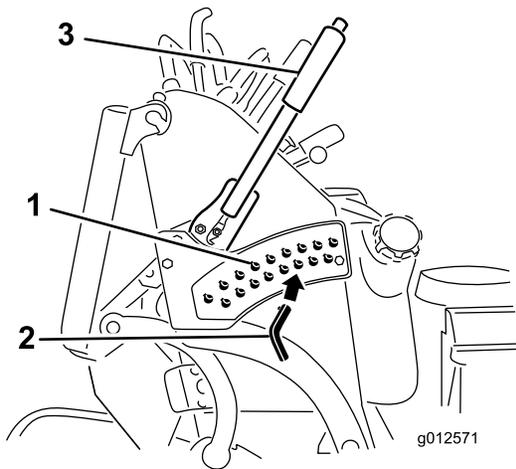

図 28
3. 刈り高ブラケットについている穴から、希望する刈り高に対応する穴を見つけ、その穴にピンを通す（図 28）。
4. 上部についているボタンを押して刈り高レバーをピンまで下げる（図 28）。